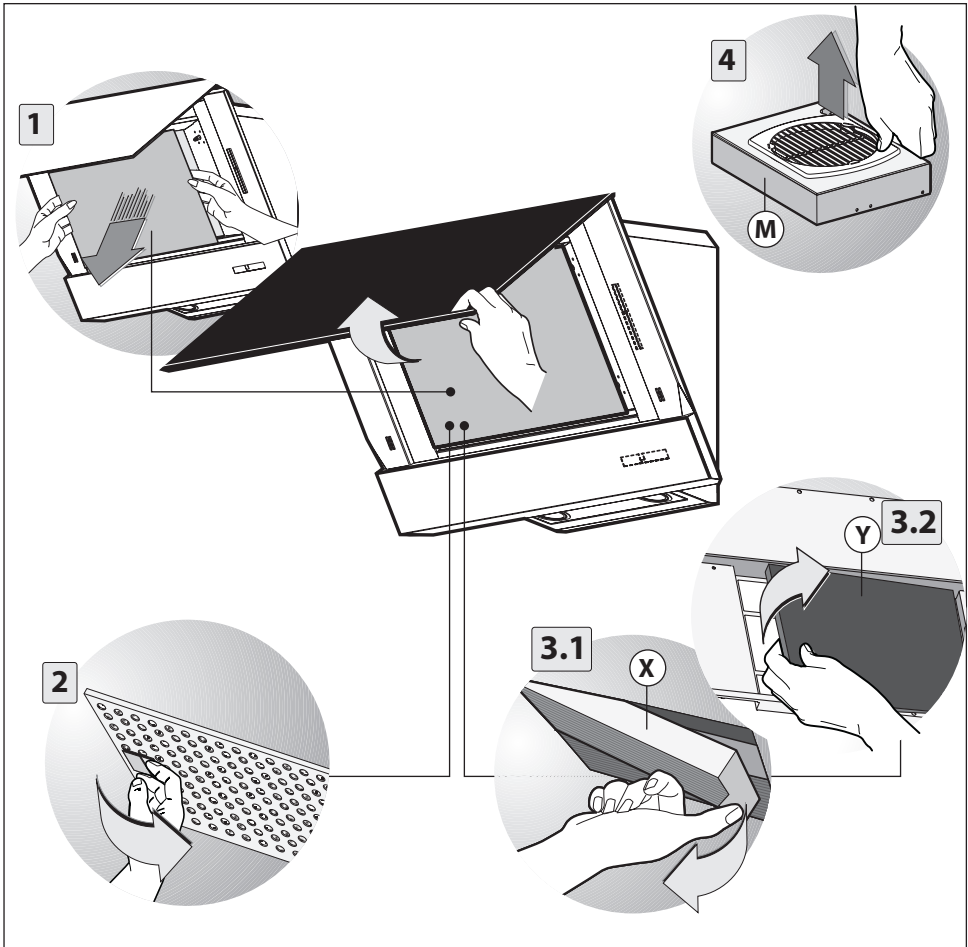

Fig.2
3. Om produkten är bestyckad med aktiva kolfilter (**X-Y**), ta bort dem enl fig. 2 - del 3.1 eller 3.2.
4. Haka av den lilla **kåpan M** som visas i fig. 2 - del 4.